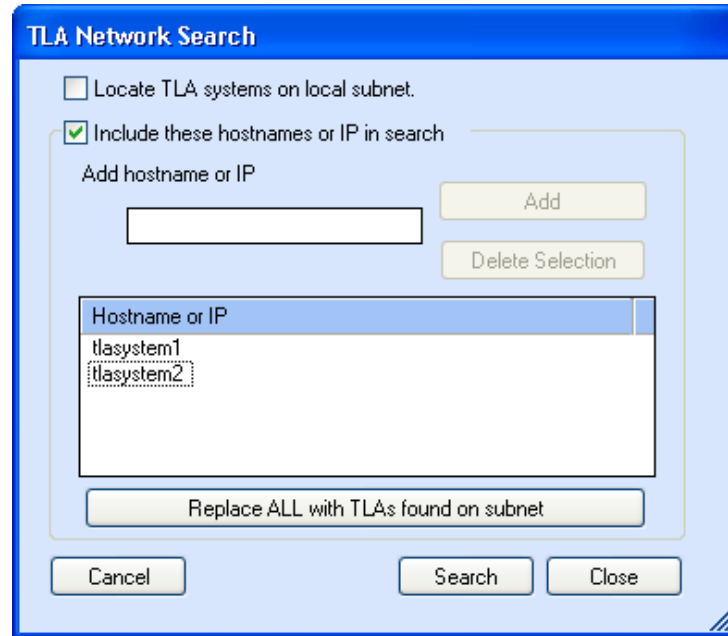

図 26: TLA Network Search ダイアログ・ボックス
10.  (Search アイコン)をクリックし、TLA Network Search ダイアログ・ボックスを開きます。機器を検索すると、マスタ・メインフレームに接続されているメインフレームの名前が返されます。(図 26 参照)。